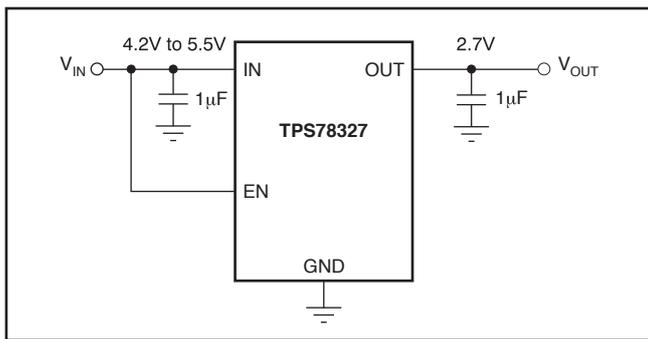

図 22. シャットダウンの機能が不要な場合に EN を High に接続した回路例
イネーブル・ピン (EN) はアクティブ “H” レベルで、標準電圧および低電圧の TTL-CMOS のレベルと互換です。シャットダウン機能が必要でない場合は、図22に示されているように EN ピンを IN ピンに接続しなければなりません。